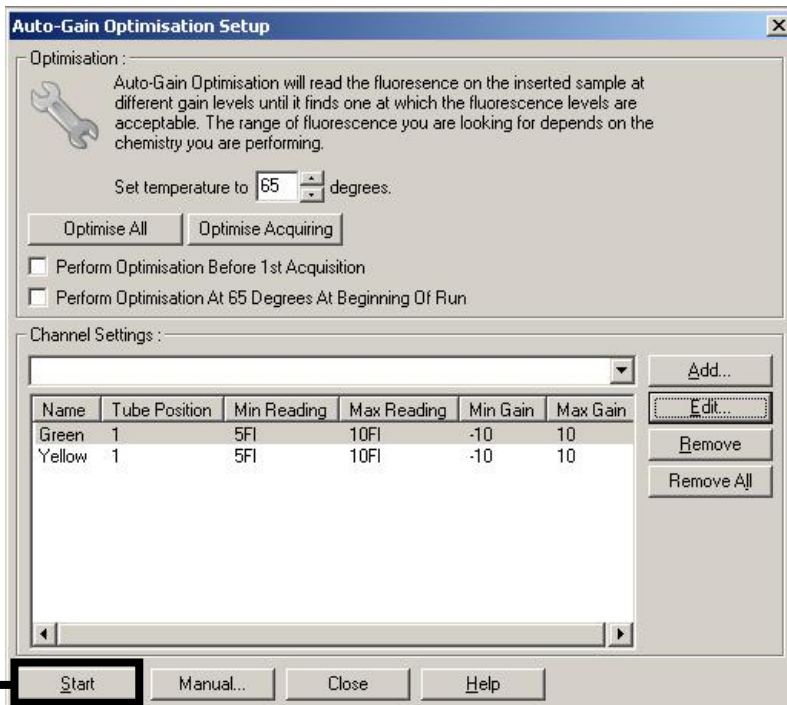

Abbildung 3. Starten der Verstärkungsoptimierung.
3. Klicken Sie auf **Start**, um mit der Optimierung der Verstärkung für den ersten *artus* Assay zu beginnen (siehe Abbildung 3).